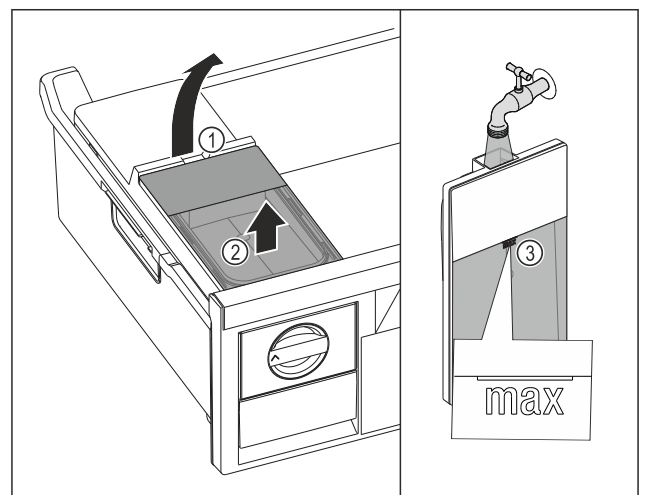

Fig. 42
- ▶ Wassertank an der Aussparung Fig. 42 (1) anheben.
- ▶ Wassertank nach oben entnehmen. Fig. 42 (2)
- ▶ Wassertank bis zur Markierung Fig. 42 (3) mit Trinkwasser befüllen.